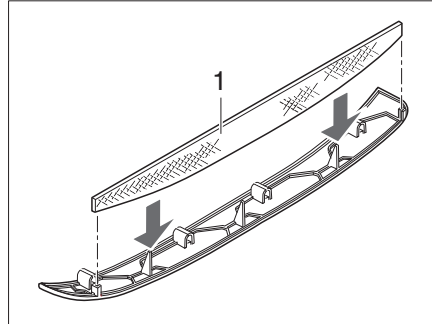
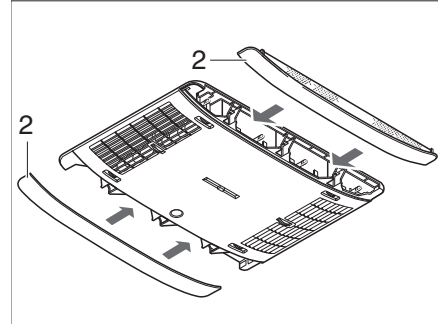

Bild 154 Luddfilter klimatanläggning
Bild 155 Paneler klimatanläggning
I panelerna (Bild 155,2) på sidorna finns två luddfilter. Luddfiltren måste rengöras regelbundet, dock minst var 6:e månad, och vid behov ska de bytas.
- Dra av panelerna (Bild 155,2) från luftspredaren och rengör luddfiltret (Bild 154,1) eller byt det vid behov.